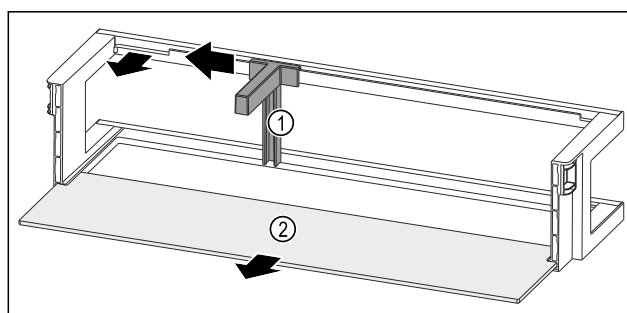

Fig. 223 Balconcino controporta con fermabottiglie e ripiano
- ▶ Spingere il fermabottiglie Fig. 223 (1) lateralmente fino all'incavo.
- ▶ Rimuovere il fermabottiglie Fig. 223 (1).
- ▶ Rimuovere il ripiano Fig. 223 (2).